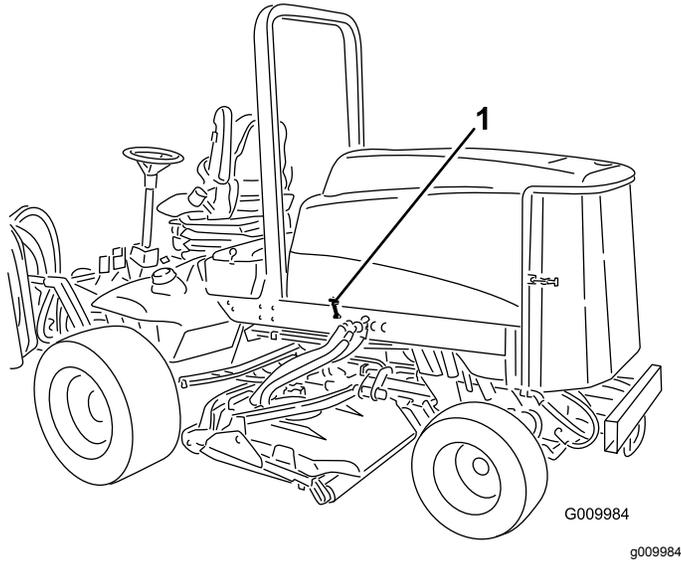

Figura 22
1. Solte os trincos do capot (Figura 22) e levante o capot.